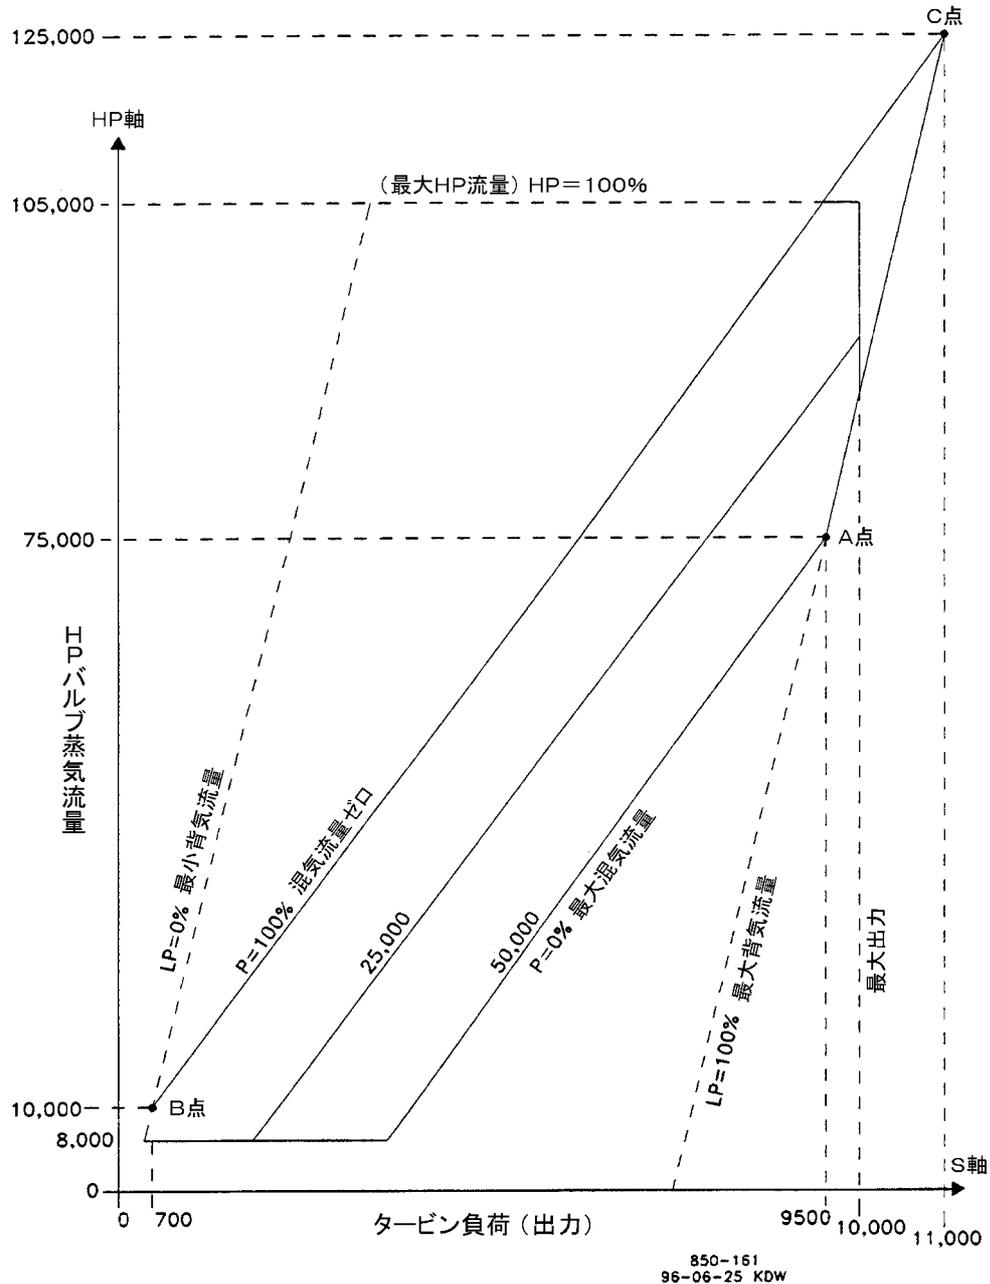

図5-5. 通常の混気タービンの蒸気マップ
タービンの混気蒸気マップを 505E にプログラムする前に、A、B、C の各交点の位置が明確になっていなくてはなりません。(図 5-5 を参照の事。)
A 点のみが明確になっている場合、B 点と C 点の位置が明確になるように、蒸気マップを修正しなければなりません。LP=0 の線を、新しく作成して追加します。LP=0 の線を新しく作成するには、タービン出口で要求される最小蒸気流量(背圧の最小値)がわかっていなければなりません。ここに掲載された蒸気マップ(図 5-5)では、要求される最小蒸気流量は 10,000 ポンド/時です。
1. 混気(混入蒸気)流量ゼロの線を延長する。(P=100%)図 5-5 を参照の事。
また、この操作された蒸気マップからは、タービンの制御に必要な 9 個の値を拾い出す事ができます。図 5-5 の蒸気マップを使用して、以下にその例を示します。